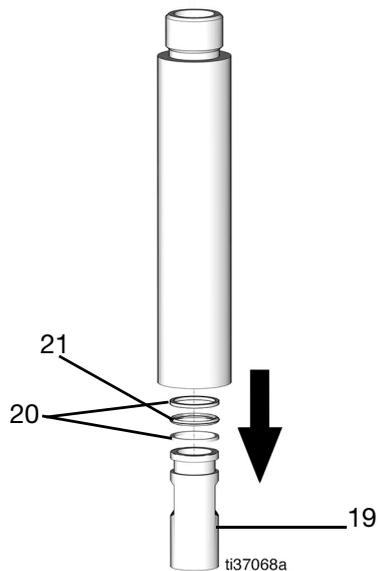

FIG. 41
- 24. Retirer la douille du piston (19) (FIG. 41).
- 25. Retirer les deux (2) bagues d'appui (20) et le joint torique (21) de la douille du piston (19) (FIG. 41).